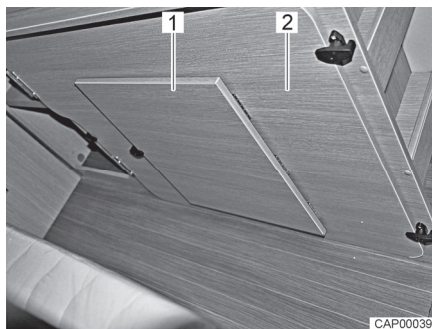

Fig. 40 Tavola di rinforzo sul cassone letto di destra
- Togliere la tavola di rinforzo aggiuntiva (Fig. 40,2) dal cassone letto di destra, in coda.
- Aprire i supporti per piedi (Fig. 40,1) sulla tavola di rinforzo.